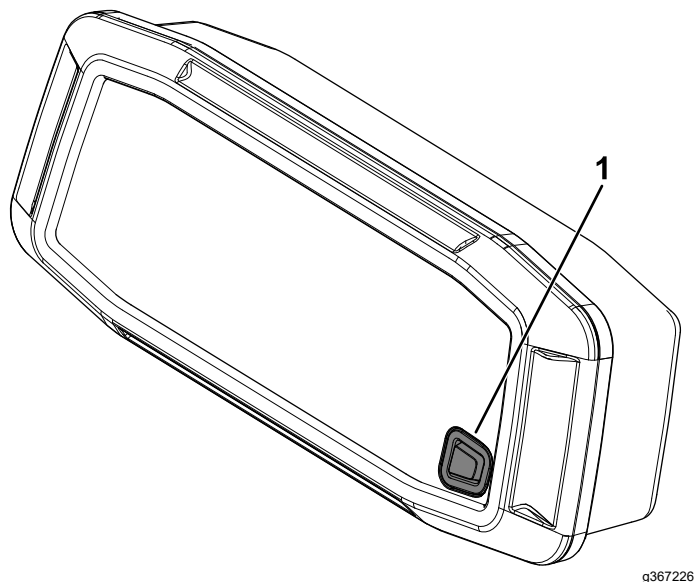

Figure 72
1. Appuyez sur le bouton (Figure 72) pendant au moins 10 secondes.